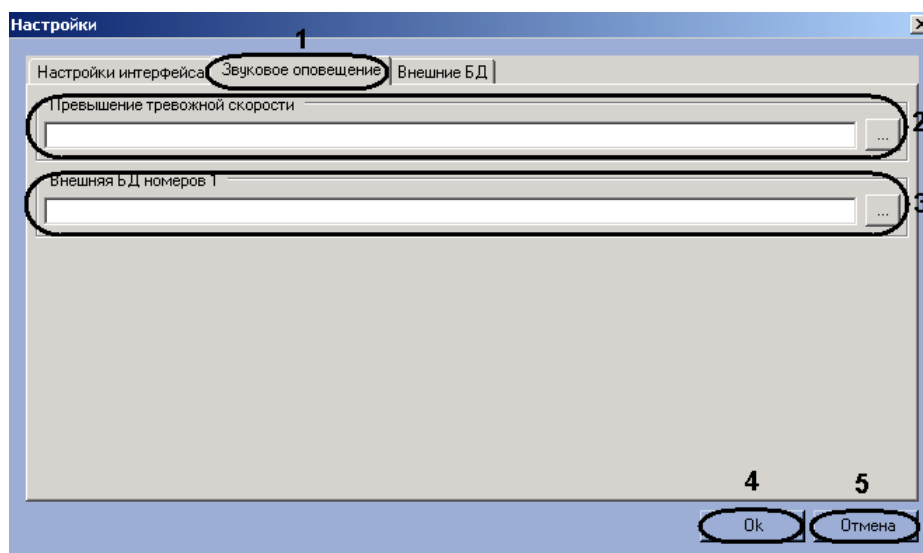

Рис. 7.9—10. Выбор звуковых файлов
4. Для задания звукового оповещения при превышении скорости транспортного средства нажать кнопку «...» справа от поля «Превышение тревожной скорости» (см. Рис. 7.9—10, 2). В открывшемся стандартном диалоговом окне «Открыть» выбрать требуемый звуковой файл, после чего нажать «Открыть». В результате выполнения операции полный путь к файлу отобразится в поле «Превышение тревожной скорости» (см. Рис. 7.9—10, 2).
5. Для задания звукового оповещения при обнаружении распознанного номера во внешней базе данных номеров нажать кнопку «...» справа от поля, соответствующего требуемой базе данных (см. Рис. 7.9—10, 3). В открывшемся стандартном диалоговом окне «Открыть» выбрать требуемый звуковой файл, после чего нажать «Открыть». В результате выполнения операции полный путь к файлу отобразится в соответствующем поле (см. Рис. 7.9—10, 3).